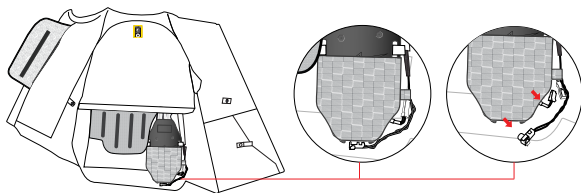

Abbildung 12
2. Greifen Sie auf das Inflatorgehäuse (4) zu und trennen Sie das mit der Batterie verbundene Kabel (Batterieanschluss, 6) und den Inflatator Squib-Anschluss (5) vom Inflatator (Bild 12).